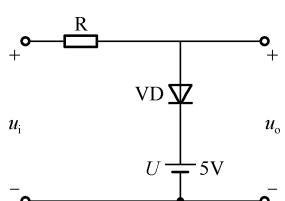
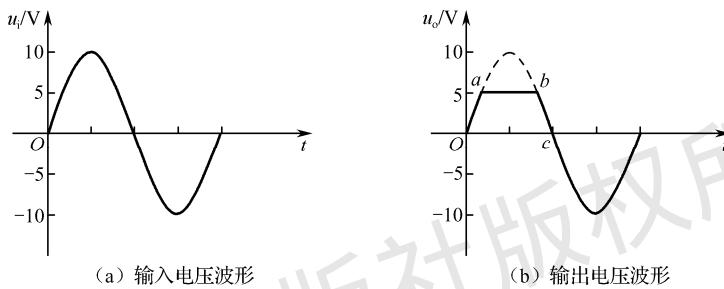

图 1-17 例 1-3 的电路图
图 1-18 输入电压与输出电压波形
**【例 1-3】** 在图 1-17 所示的电路图中， $U = 5V$ ， $u_i = 10\sin(\omega t)V$  [见图 1-18 (a)]， $VD$  为理想二极管，试画出输出电压  $u_o$  的波形。
此时,  $u_o = u_i$ , 输出电压波形为图 1-18 (b) 中的 Oa 段和 bc 段, 波形与输入电压  $u_i$  波形是一致的。
此时,  $u_o = 5V$ , 输出电压波形位于图 1-18 (b) 的 ab 段, 平行于横轴。